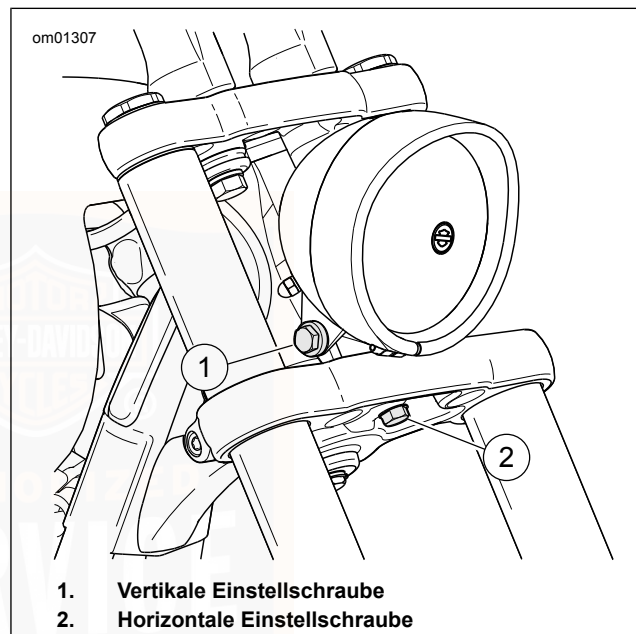

Abbildung 79. Scheinwerfereinstellung
2. Siehe Abbildung 79. Die horizontale Ausrichtung des Scheinwerfers einstellen.
- a. Die horizontale Einstellschraube (2) lockern. Den Scheinwerfer horizontal ausrichten, bis der Lichtstrahl gerade nach vorne zeigt.
2. Siehe Abbildung 79. Die vertikale Ausrichtung des Scheinwerfers einstellen.
- a. Die vertikale Einstellschraube (1) lockern. Den Scheinwerfer vertikal so weit neigen, bis der Strahl auf der Mitte der horizontalen Linie liegt.
- b. Die vertikale Einstellschraube (1) anziehen: